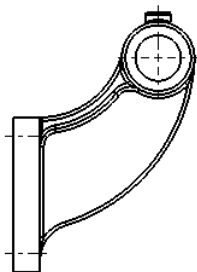

图 6.3.6 主视图
Step4. 放置视图。将鼠标放在图形区，会出现全视图的预览图（图 6.3.5）；选取合适的放置位置单击，以生成主视图，如图 6.3.6 所示。
Step1. 打开工程图文件 D:\sw15\work\ch06.03.01\template. SLDDRW，如图 6.3.6 所示。